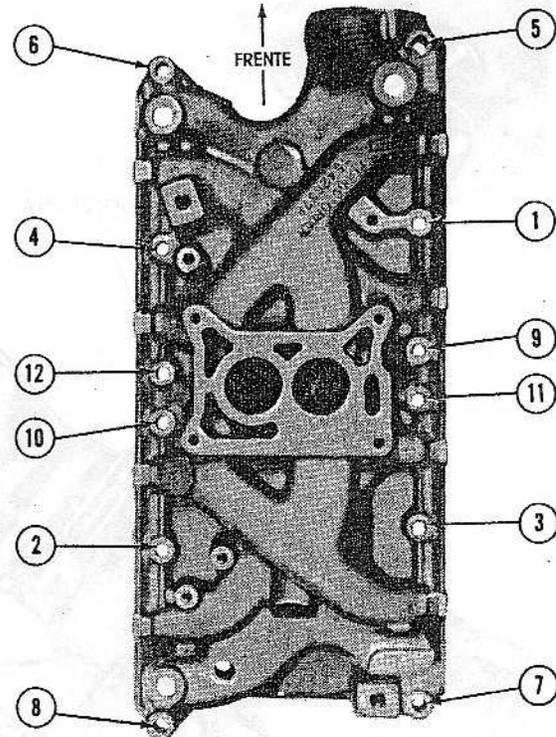

Fig. 20. Orden Para Apretar los Tornillos
5. Cerciórese de que los agujeros en las juntas y en el múltiple estén alineados. Instale los tornillos y tuercas del múltiple. Apriete los tornillos en dos etapas (Fig. 20) Apriete todos los tornillos y tuercas en orden, según especificaciones.